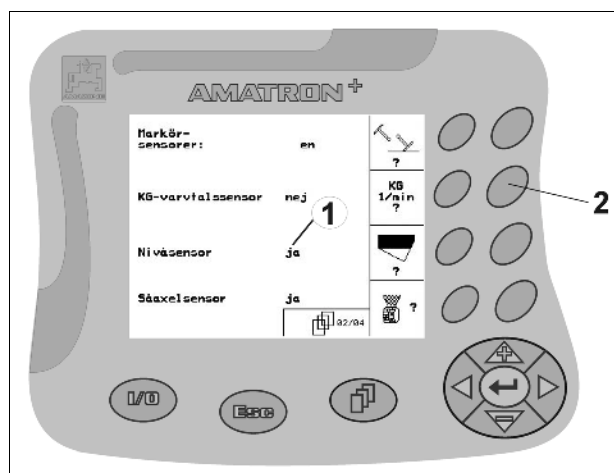

Fig. 17
- Påverka funktionsknappen (Fig. 17/2) en gång för att koppla → **in** funktionen (Fig. 17/1).